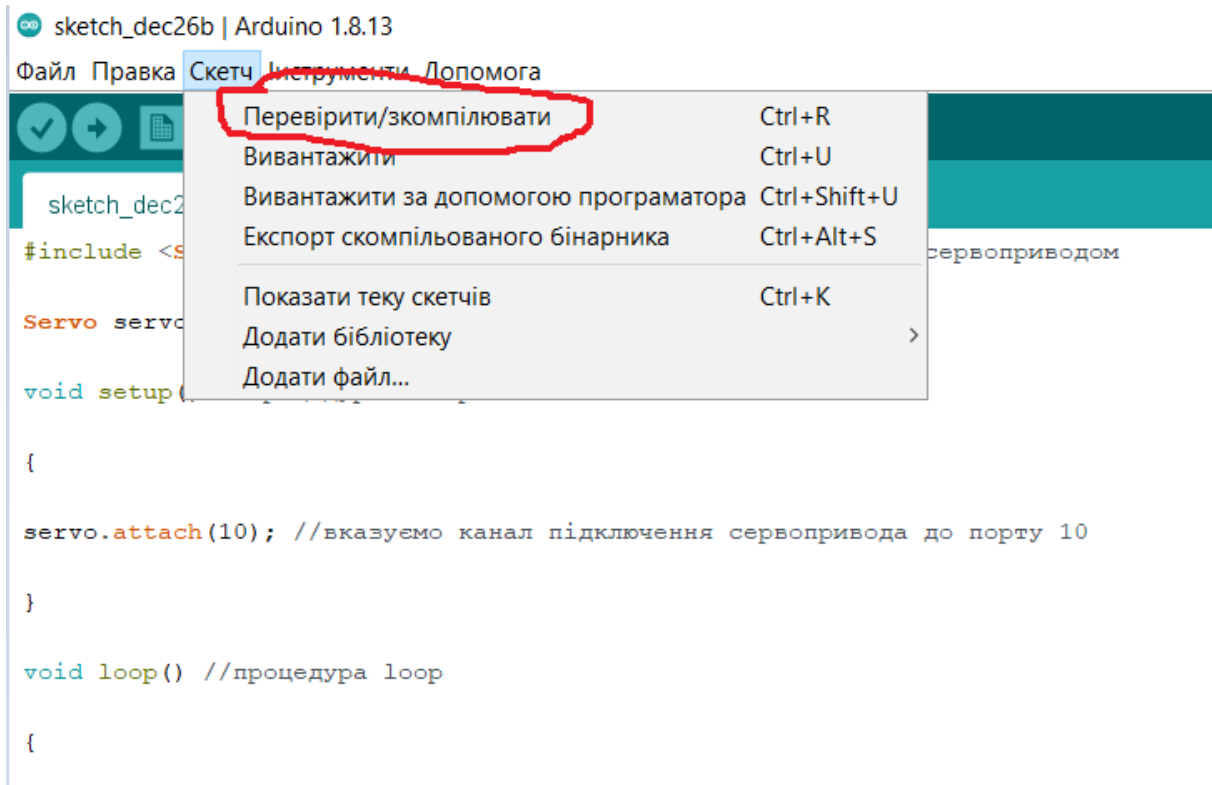

Рис.3.34 – Перевірка та компіляція програмного коду в Arduino IDE.
4. Провести попередню перевірку та компіляцію розробленого програмного коду у середовищі Arduino IDE (рис.3.34)